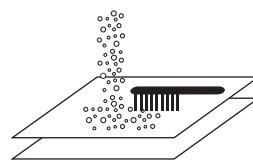

fig. 3.
- Voorkom vuil op en tussen de platen. (fig 3.)